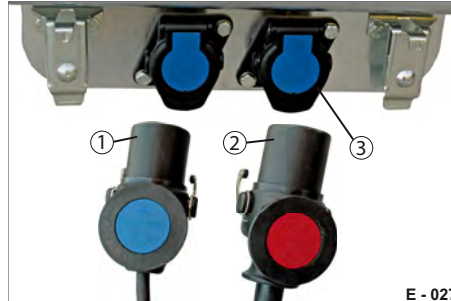

Abb. 10 Parkposition an Rohrzugdeichsel
- ▶ Ziehen Sie den Stecker (Abb. 9/3) aus der Parkdose (Abb. 10/3) heraus - nicht am Kabel ziehen.
- ▶ Verbinden Sie den Elektrik-Stecker (Abb. 10/2) mit der Zugmaschine.